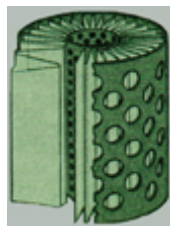

Fig. 15
- Tipos de filtro de aceite (fig. 15)